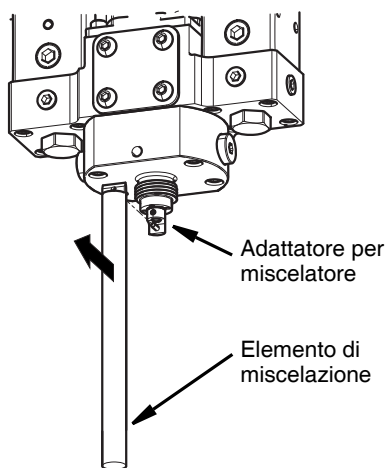

FIG. 22
6. Rimuovere l'elemento di miscelazione dall'adattatore del miscelatore. Vedere FIG. 22.